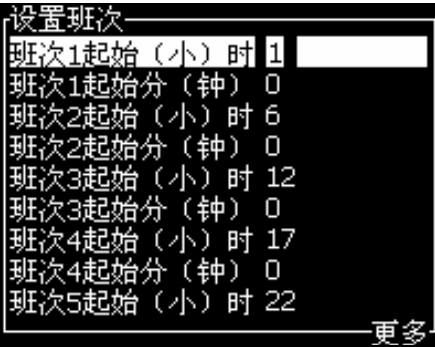

图 5-51: 设置班次
- 3 按下 *Enter* 键打开 *Set Shifts* (设置班次) 对话框 (第 5-56 页的图 5-51)。